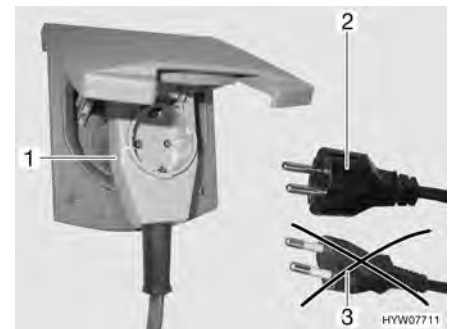

Fig. 137 Collegamento ad un connettore ad angolo provvisto di presa
- ▶ Se si impiega un connettore ad angolo CEE 17 provvisto di una presa integrata sulla parte posteriore (Fig. 137,1), utilizzare esclusivamente una spina IP 44 gommata e sigillata con contatto di terra (Fig. 137,2). Non utilizzare spine senza contatto di terra (Fig. 137,3). Pericolo di scarica elettrica!